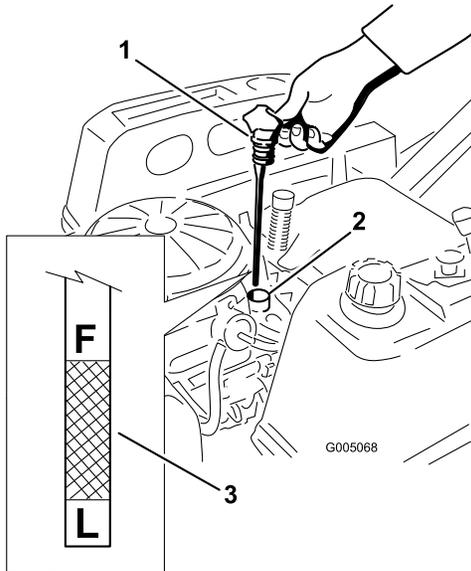

Figura 26
4. Retire el tapón de llenado/varilla de aceite y límpielo. Vuelva a colocar la varilla y empuje firmemente para asentarla en su lugar (Figura 26).
5. Retire la varilla y compruebe el nivel de aceite. (Figura 26).
8. Gire la válvula de vaciado 1/4 de vuelta en el sentido contrario a las agujas del reloj para abrirla y dejar que el aceite se drene (Figura 28). Retire el tapón de llenado/varilla (Figura 26).
15. Vierta lentamente un 80% aproximadamente de la cantidad especificada de aceite por el tubo de llenado (Figura 26).
16. Coloque firmemente el tapón de llenado/varilla (Figura 26).
17. Compruebe el nivel de aceite (Figura 26); consulte Verificación del nivel de aceite.
19. Coloque firmemente el tapón de llenado/varilla (Figura 26).